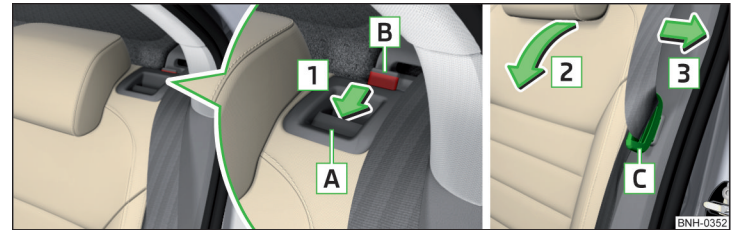

Abb. 58 Sitzlehne vorklappen / Sicherheitsgurt zur Seitenverkleidung ziehen und die Bereitschaftsstellung des Sicherheitsgurts
- › Die Schloszlunge **C** des Sicherheitsgurts in die Öffnung in der Seitenverkleidung stecken - Bereitschaftsstellung » Abb. 58.
- › Die Schloszlungen **C** der äußeren Sicherheitsgurte in die Öffnungen in der Seitenverkleidung stecken - Bereitschaftsstellung » Abb. 58.
- › Den hinteren äußeren Sicherheitsgurt zur Seitenverkleidung in Pfeilrichtung **3** ziehen » Abb. 58. ▶
- Die Schlosszungen **C** der äußeren Sicherheitsgurte in die Öffnungen in der Seitenverkleidung stecken - Bereitschaftsstellung » **Abb. 58**.